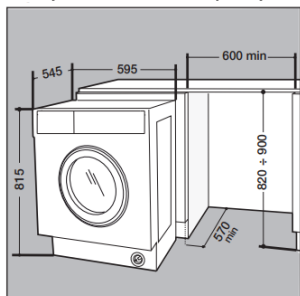

Fig. 6
- Вставьте машину в отверстие, совместив ее с шкафами (рис. 6).